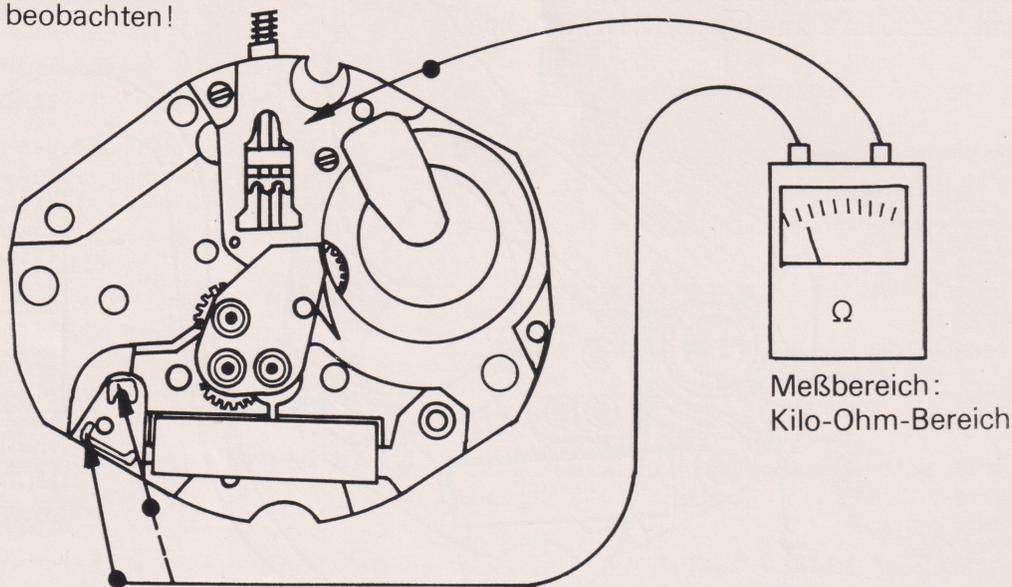

Abb. 13: Prüfen der Spule auf Masseschluß
- Prüfung: – Masseschluß der Spule nach Abb. 13
- Masseschluß der Spule nach Abbildung 13